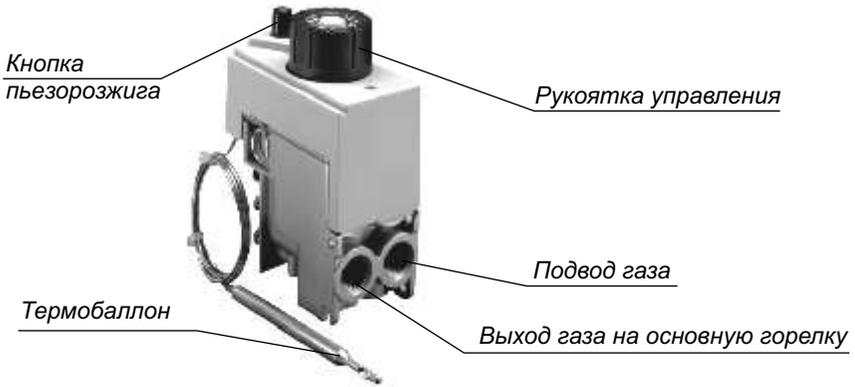

Рис. 6 Автоматика безопасности с газовым клапаном "630 EUROSIT"
6.3.8. Установить изделие проушинами (п.4) на шпильки крепления (п.6,рис.2) соединив при этом патрубок дымохода с фиксированным патрубком газохода наружного. Патрубок воздуховода (п.1,рис.2) разместить в кольцевом пазе изделия на прокладку (базальтовый шнур). **Выставить вертикально изделие и закрепить его гайками (п.9), обеспечивая при этом плотный и герметичный прижим изделия к воздуховоду.** Установить прижимы и закрепить ими воздуховод в пазе изделия (рис.6).
Рис. 6а
Начальное положение круглой рукоятки управления рис.6а в позиции "выключено" (●)
Рис. 6б
Рис. 6в